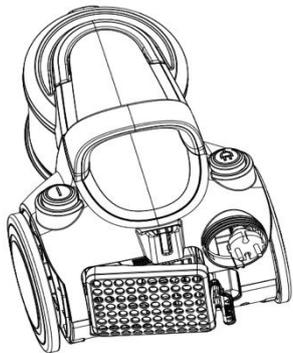

Fig.10
- 1) Comme sur la figure 10, appuyez sur le bouton de déverrouillage pour enlever le couvercle.